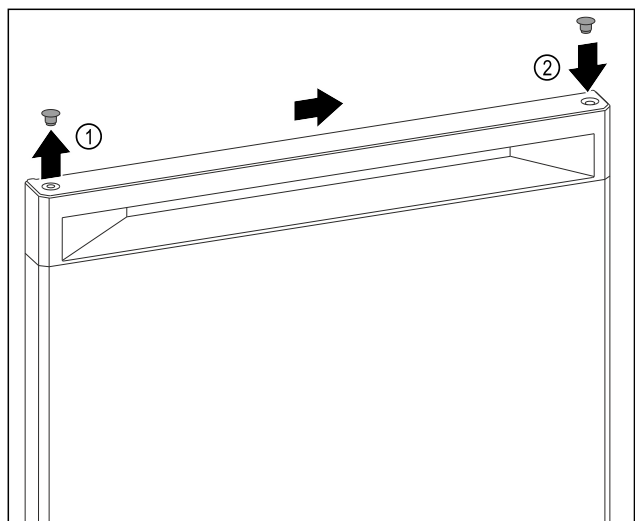

Fig. 9
- ▶ Осторожно поднимите заглушку в верхней части двери Fig. 9 (1) при помощи шлицевой отвертки.